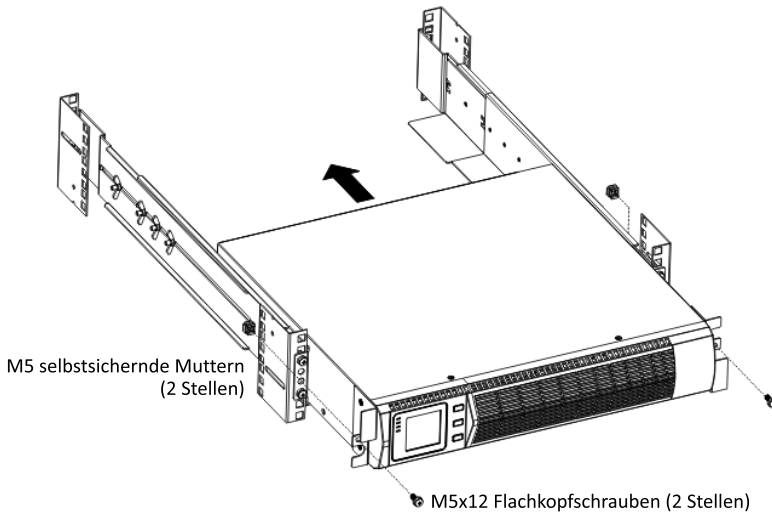

Abb. 5 Sichern der Vorderseite der USV
12. Sichern Sie die Vorderseite der USV mit einer M5x12-Flachkopfschraube und einer M5-Käfigmutter auf jeder Seite (siehe Abb. 5). Stecken Sie die untere Schraube auf jeder Seite durch das untere Loch des Montagewinkels und durch das untere Loch der Gleitschiene.